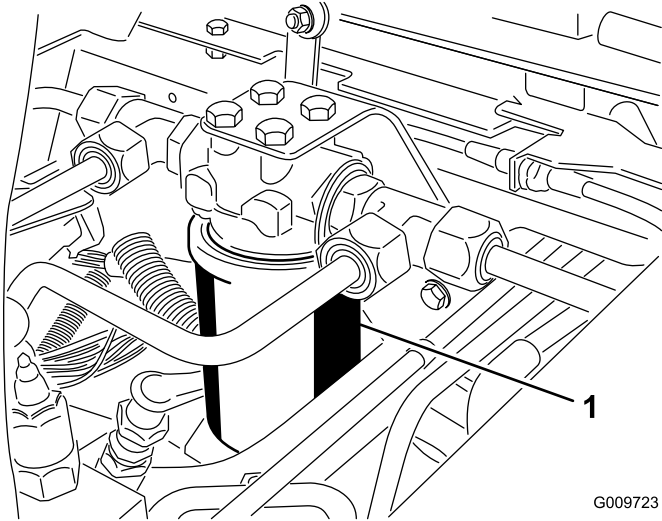
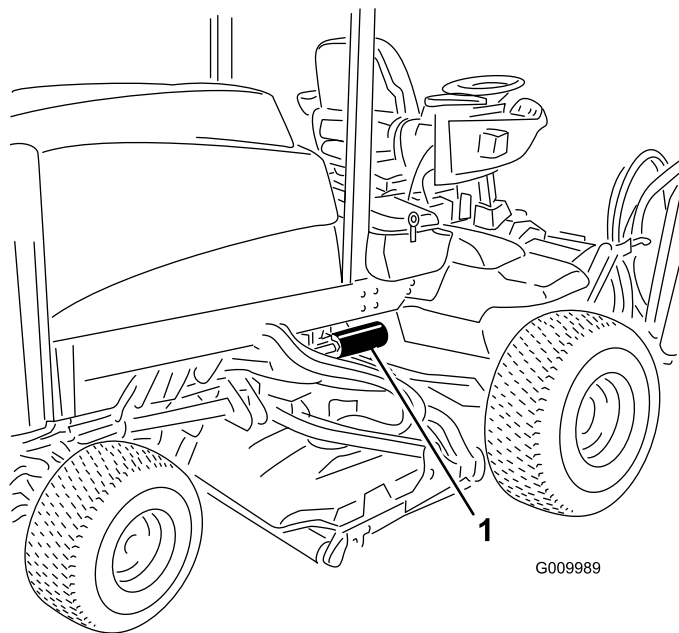

Figura 50
Figura 51
2. Limpie la zona de montaje del filtro. Coloque un recipiente debajo del filtro y retire el filtro (Figura 50 y Figura 51).